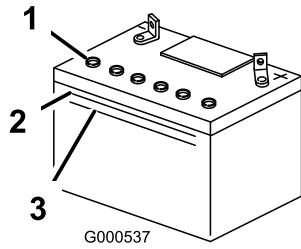

Figura 33
- Mire hacia el lateral de la batería. El electrolito debe llegar a la línea superior (Figura 33). No permita que el electrolito esté por debajo de la línea inferior (Figura 33).
- Retire los tapones de ventilación de la batería (Figura 33).
- Vierta lentamente agua destilada en cada célula de la batería hasta que el nivel de electrolito llegue a la línea superior (Figura 33) de la caja de la batería.
- Espere de cinco a diez minutos después de llenar las células de la batería. Añada agua destilada, si es necesario, hasta que el nivel de electrolito llegue a la línea superior (Figura 33) de la caja de la batería.